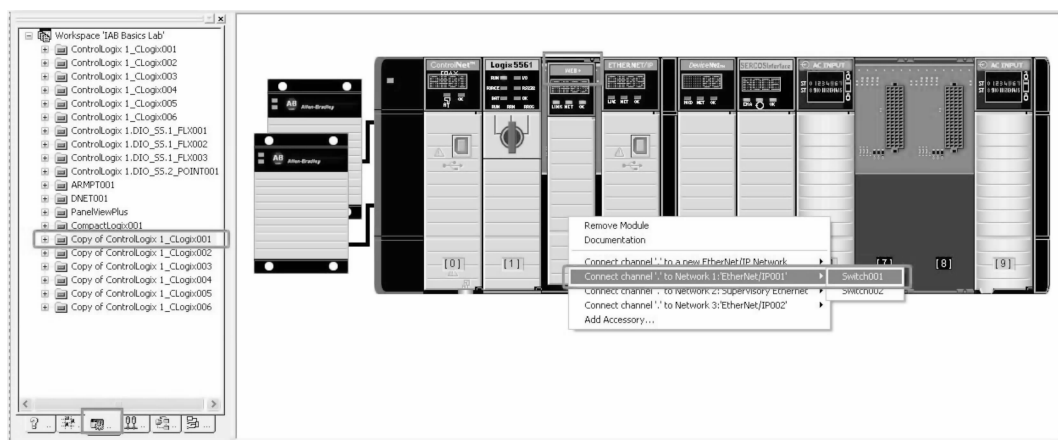

图 26-166 硬件视图
3. 转至“硬件”（Hardware）树，然后选择 Copy of ControlLogix 1_CLogix001。它是复制版的 ControlLogix 子系统处理器机架。右键单击 1756-EWEB 模块，然后选择“将通道 ‘.’ 连接到网络 1：‘EtherNet/IP001’ > 交换机 1”（Connect channel ‘.’ To Network 1: ‘EtherNet/IP001’ > Switch 1），如图 26-166 所示。